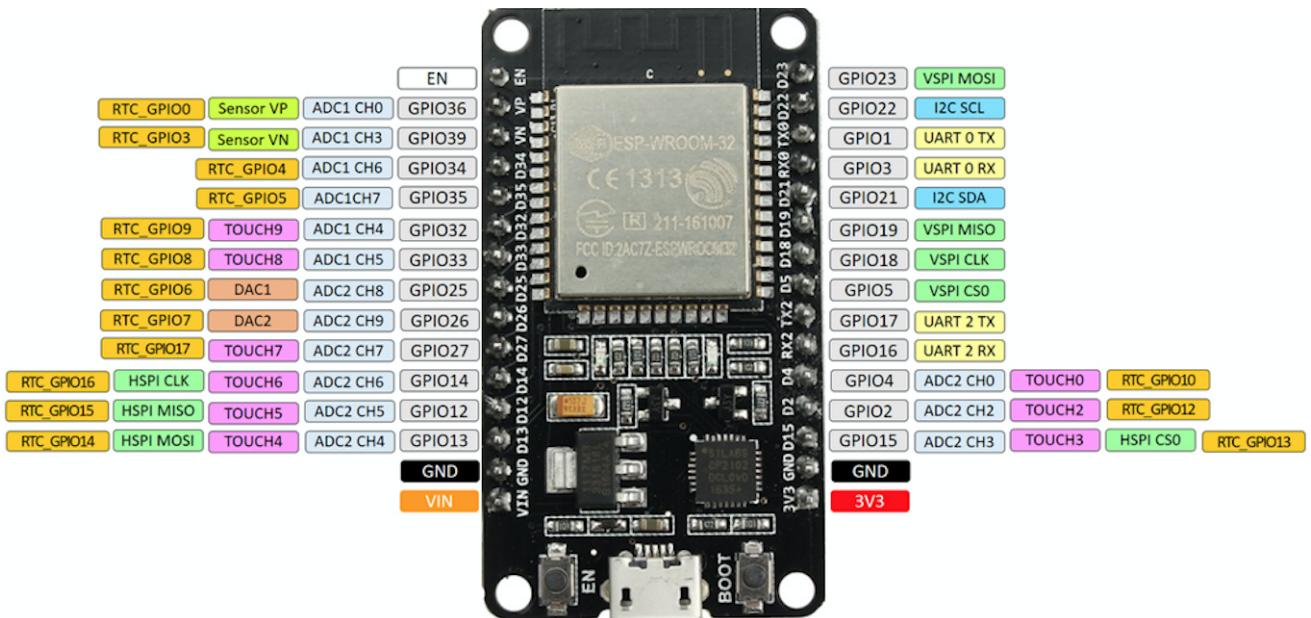

FIGURE 4 – PIN OUT de l'ESP32 DEVKIT V1 - 30 broches
**Pin OUT de la carte ESP32.** Voir figure 4 page 10.